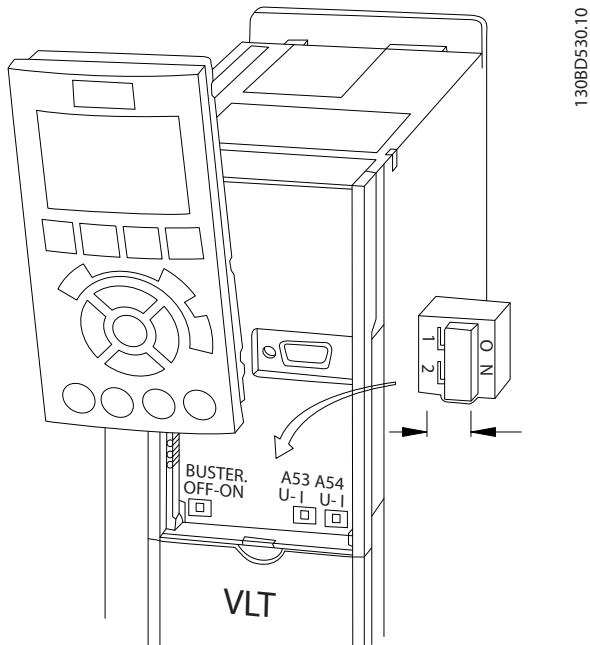

Bild 4.13 Placering av brytarna för plint 53 och 54
1. Ta bort lokal manöverpanel (se Bild 4.13).
- Avsluta alla segment i båda ändar, antingen med frekvensomformarnas termineringsbrytare (bussterm. av/på, se Bild 4.13) eller med ett obalanserat nät med slutmotstånd.